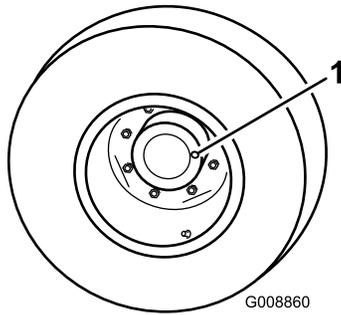

Figura 41
verificación/vaciado (Figura 41) esté en posición de las 3 o de las 9.
2. Retire el tapón de la transmisión planetaria (Figura 41). El aceite debe llegar a la parte inferior del orificio del tapón de verificación en la parte trasera del freno.